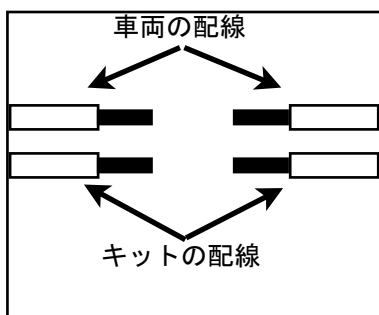

図2-2-1
- 1: 配線を行う車両の配線を切断します。(図2-2-1)
- 2: (1)で切断した配線の被覆を剥ぎます。(図2-2-1)